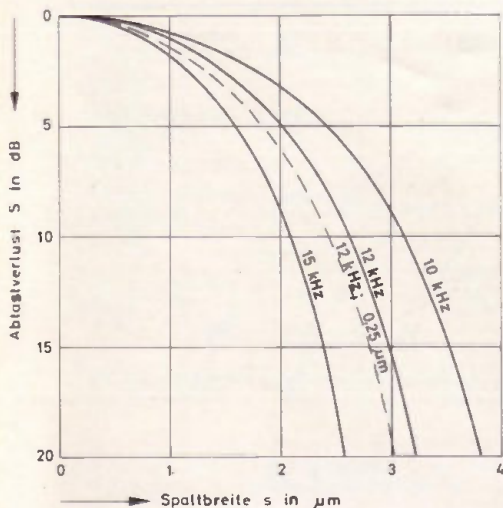

Bild 5 Spaltverluste als Funktion der Spaltbreite bei 4,76 cm/sek.; gestrichelt: mit zusätzlicher Kantenverrundung von 0,25 µm Radius
Leider lassen sich die hier vorliegenden Verhältnisse, insbesondere der Einfluß der Spaltlänge (Spurbreite) nicht sehr anschaulich diskutieren: in Bild 5 sind für einige aufgezeichnete Frequenzen die Abtastverluste als Funktion der Spaltbreite aufgetragen (6), und wir können dem Diagramm als groben Richtwert entnehmen, daß sich die Abtastverluste eines 2-µm-Spalttes bei 12 kHz bereits um 1 dB für eine Spaltverbreiterung von etwa 0,1 µm erhöhen (zum Vergleich: 0,1 µm liegt als Wellenlänge weit im Ultraviolett und entspricht etwa dem fünfzigfachen Radius des Sauerstoffmoleküls).
Die ausgezogenen Kurven in Bild 5 wurden unter der Voraussetzung absolut scharfer Spaltkanten berechnet, d. h. von Spaltkanten, deren Abrundungsradius sehr klein gegen die Spaltbreite ist. Wir haben zur Verdeutlichung des Einflusses einer Spaltkantenverrundung in Bild 5 die 12-kHz-Kurve für einen Verrundungsradius von 0,25 µm gestrichelt eingezeichnet, wodurch sich für den 2-µm-Spalt nochmals ein zusätzlicher Verlust von 1 dB ergibt (7).